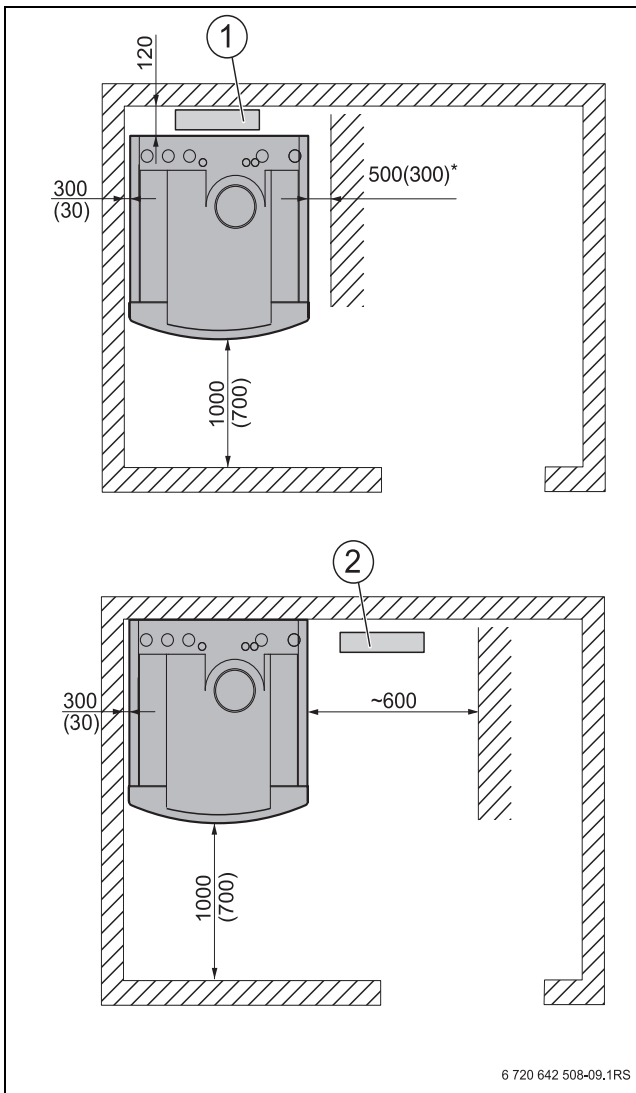

Bild 11 Empfohlene Wandabstände, in Klammern Mindest-Wandabstandsmaße (in mm)
- ▶ Mindesthöhe (→ Tabelle 3, Seite 8) und Mindest-Wandabstände im Aufstellraum (→ Bild 11) einhalten.